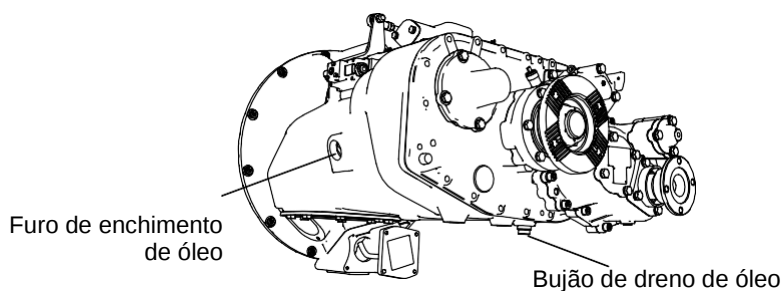

Figura 5-10 Enchimento e drenagem do óleo de engrenagens da transmissão
- a) Para inspeção do nível do óleo de engrenagens da transmissão, veja a Figura 5-10.